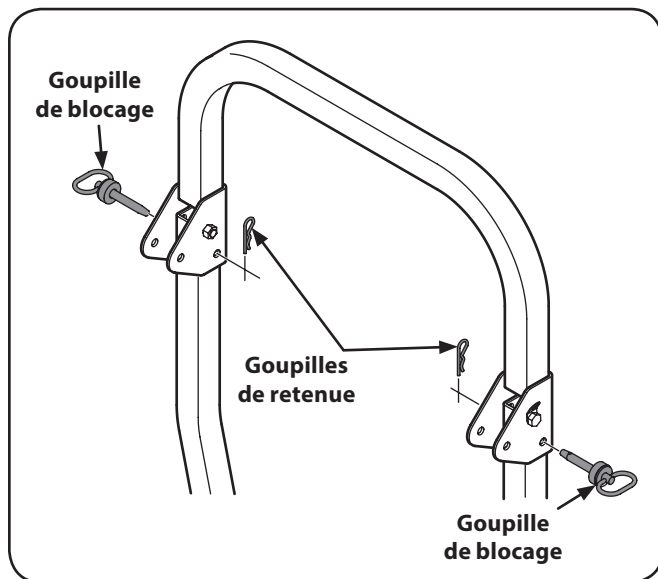

Figure 3-6
- Placez la partie supérieure de la structure de protection anti-retournement à la position verticale et insérez les goupilles de blocage et les goupilles de retenue. Voir Figure 3-6.